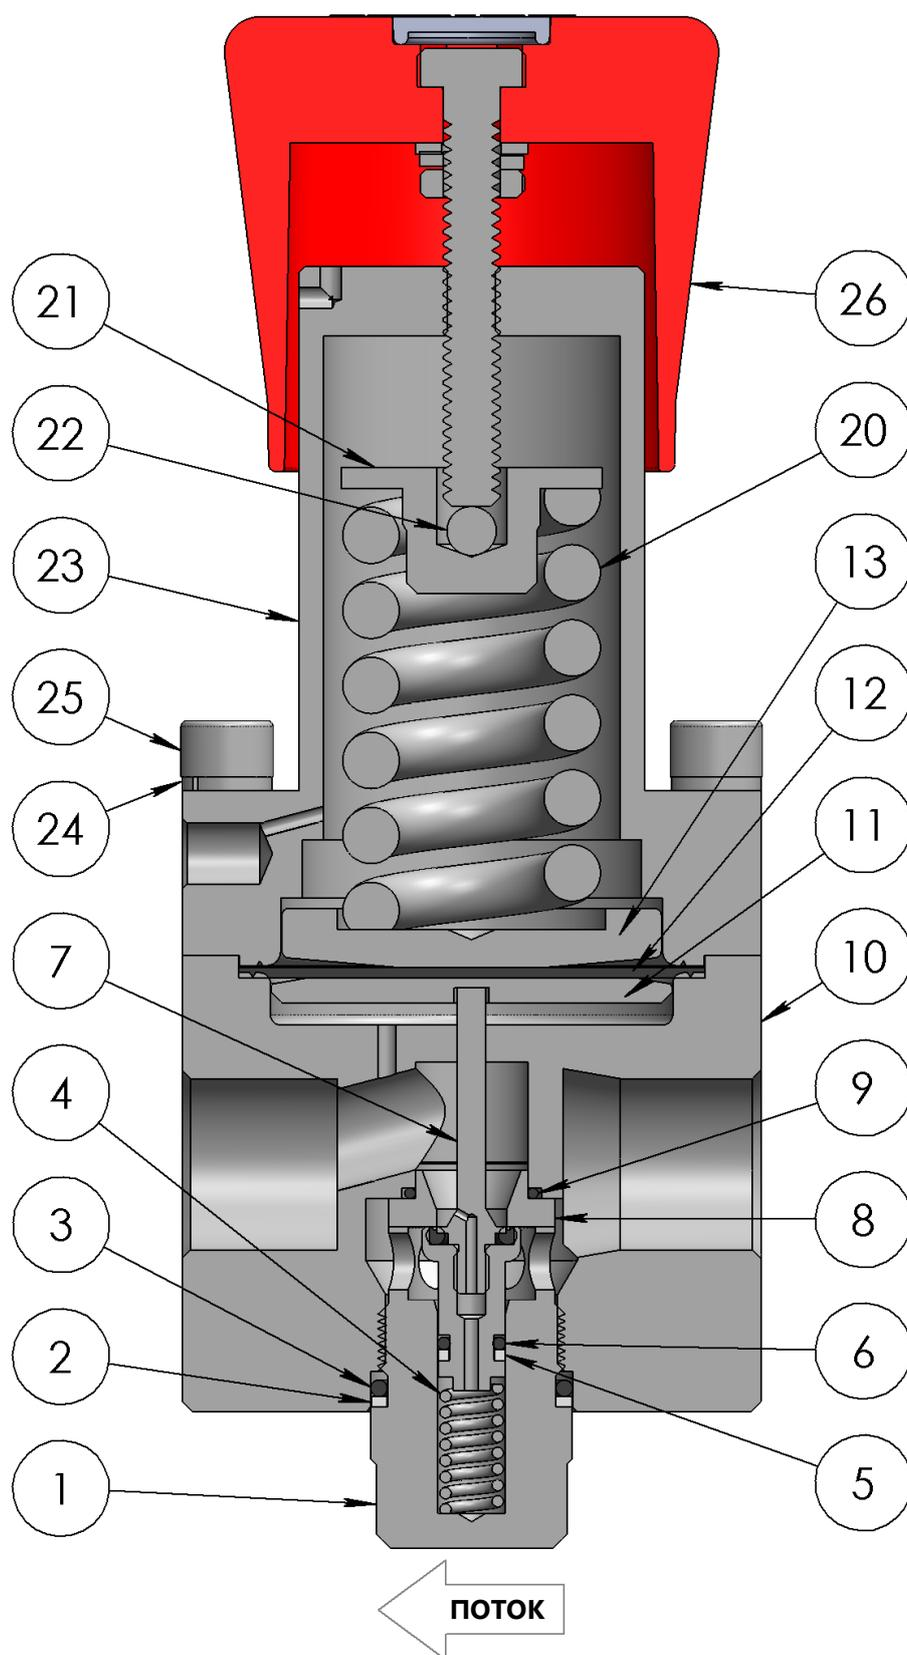

Рис. 2
1. Закрепите корпус (10) в тисках.
2. Наденьте уплотнительное кольцо заглушки корпуса (3) и, при наличии, опорное кольцо заглушки корпуса (2) на заглушку корпуса (1). Убедитесь в правильной ориентации компонентов в соответствии с Рис. 2.
3. Наденьте уплотнительное кольцо седла (9) на седло (8).
4. Вставьте седло (8) в корпус (10). При необходимости в качестве приспособления для установки можно использовать золотник (7). В таком случае соблюдайте осторожность, чтобы не повредить седло (8) и золотник (7).
5. Наденьте уплотнительное кольцо (6) и опорное кольцо (5) на золотник (7). Убедитесь в правильной ориентации компонентов в соответствии с Рис. 2.
6. Смажьте тонким слоем уплотнительное кольцо золотника (6), а затем установите золотник (7) и пружину золотника (4) в седло (8).
7. Смажьте тонким слоем резьбу заглушки корпуса (1) и установите ее на пружину (4) в корпус (10). Затяните ее с моментом 37 фунт-сил (50 Нм) и убедитесь, что уплотнительное кольцо заглушки корпуса (3) не защемлено.
8. Установите пластину мембраны (11) на золотник (7).
9. Установите мембрану (12) на пластину мембраны (11) и разместите их в корпусе (10).
10. Установите нижнюю направляющую пружины (13) в центре на мембрану (12).
11. Установите шар (22) в направляющую пружины (21) и закрепите его.
12. Разместите установочную пружину (20) и направляющую пружины (21) на нижней направляющей пружины (13).
13. Смажьте тонким слоем винты с головкой под ключ (25). Наденьте корпус пружины (23) на пружину (20), закрепите его с помощью винтов с головкой под ключ (25) и шайб (24) и затяните с моментом 20 фунт-сил (27 Нм).
14. Смажьте тонким слоем шток ручки в сборе (26), а затем вставьте его в корпус пружины (23).